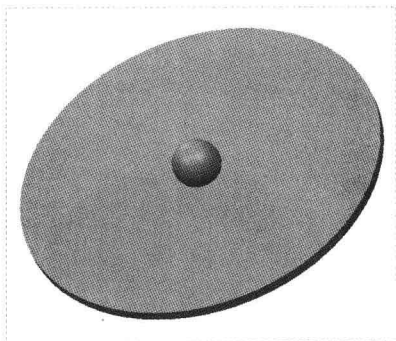

图 11-19 装配第一个零件
Step 01 按【Ctrl+N】组合键，新建一个装配文件；在“功能区”选项板的“模型”选项卡中，单击“元件”面板中的“组装”按钮，装配第一个零件，如图 11-19 所示。